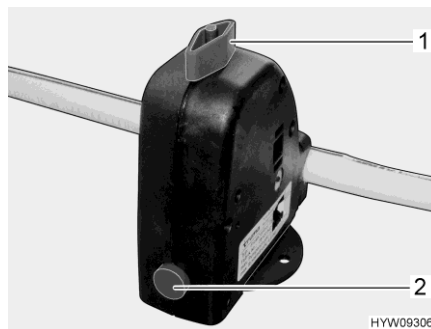

Fig. 144 Valve de sécurité et de vidange (chauffe-eau)
Le chauffe-eau est équipé d'une valve de sécurité et de vidange (Fig. 144). La valve de sécurité et de vidange empêche que l'eau ne gèle dans le chauffe-eau lorsque le chauffage n'est pas allumé en cas de gel.
- Fermer la valve de sécurité et de vidange. Tourner pour cela le bouton rotatif (Fig. 144,1) dans le sens transversal par rapport à la valve de sécurité et de vidange et enfoncer le bouton-poussoir (Fig. 144,2).
- Ouvrir la valve de sécurité et de vidange. Tourner le bouton rotatif (Fig. 144,1) dans le sens longitudinal par rapport à la valve de sécurité et de vidange. Le bouton-poussoir (Fig. 144,2) ressort. Le chauffe-eau est vidé à l'extérieur par le biais de la valve de sécurité et de vidange.